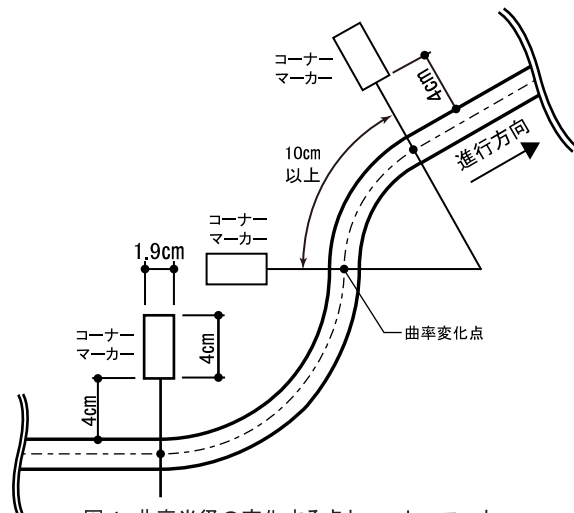

図4 曲率半径の変化する点とコーナーマーカー
**2-8** ラインの曲率が変化する地点には、進行方向左側の定められた位置にコーナーマーカーが貼付される。(図 4 参照) コーナーマーカーは他のコーナーマーカーと重ならない。
6. コースは、曲率の変化する円弧が連続する場合もある(図4参照)。